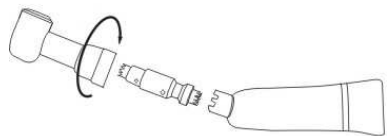

Fig. 5.1
- (1) Aflojar el tornillo pequeño en la parte curva, mover la tapa del cabezal y retirar el eje de transmisión. (Fig. 5.1)